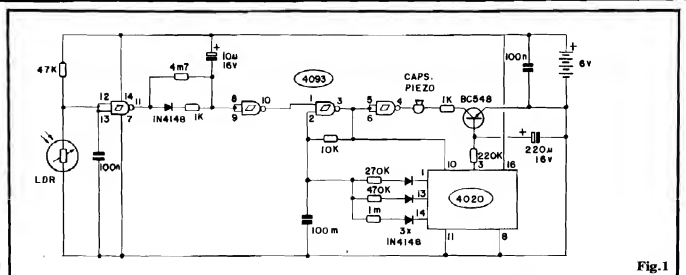

Fig. 1
- FIG. 1 - O CIRCUITO - O "Amago" do circuito encontra-se num gate de Integrado digital C.MOS 4093, delimitado pelos pinos 1-2-3... O dito gate está arranjado